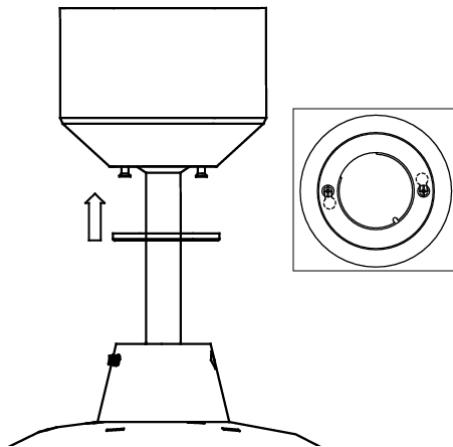

Fig. 6
4. Coprite la staffa di montaggio con il coperchio della calotta. Assicuratevi che tutti i cavi elettrici siano sistemati all'interno della calotta e che non siano danneggiati da questa azione, ed assicuratela con le viti. **Fig. 6**
Infine assicurate il coperchio alla calotta girando le viti in senso orario. **Fig. 6**